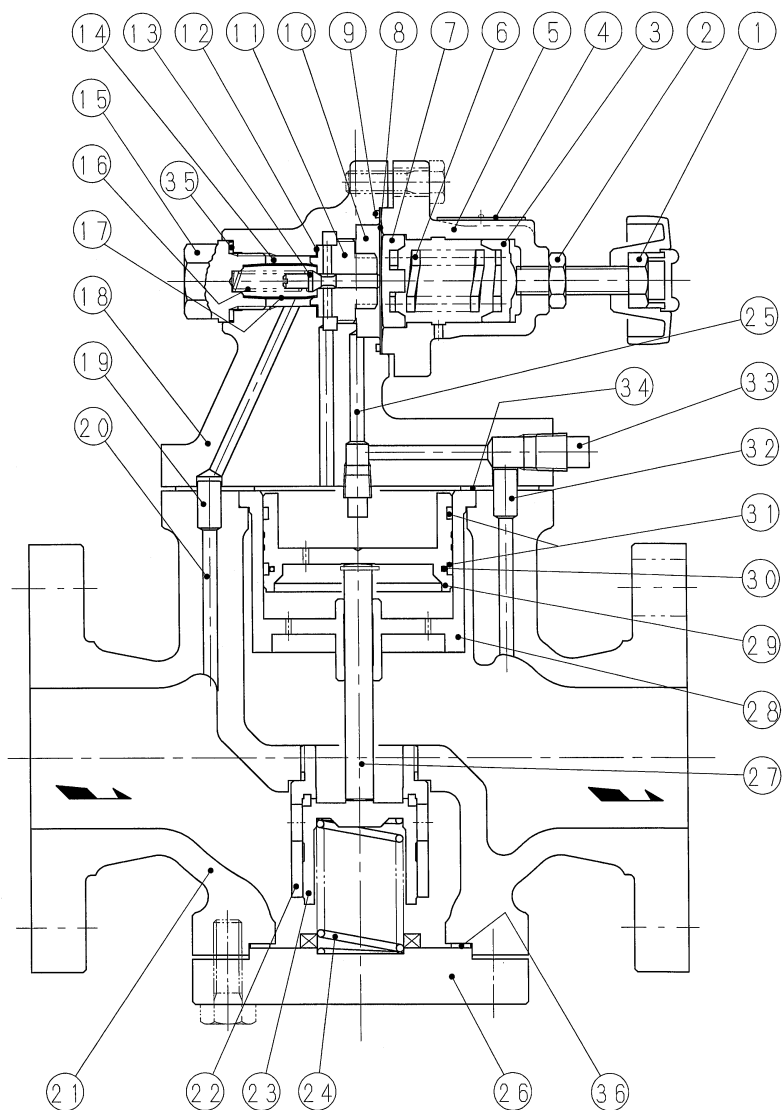

図1 構造図
<ul style="list-style-type: none">● オンオフ弁が閉弁しますと、蒸気ドレンが発生し蒸気配管中に充満します。 この状態でオンオフ弁を開弁しますと、スチームハンマーが発生し、減圧弁の弁箱が破損することがありますので、必ずスチームトラップを設置すること及びオンオフ弁をゆっくり開閉してください。● 分解に際して、まず配管中の蒸気を完全に抜去ることが必要です。蒸気を止められない場合は、バイパス運転に切換え、減圧弁前後の止め弁を完全に閉じ、減圧弁内の残存蒸気は図 1 の上部ふた(18)の六角ボルトを僅かに緩めて放出します。 この時、蒸気が吹出す恐れがありますので、火傷やけがにはご注意ください。
- 図1の下部ふた(26)を外す際は、六角ボルトを少し緩め減圧弁内の残留ドレンを完全に排出します。残留ドレンは熱いので火傷しないようご注意ください。